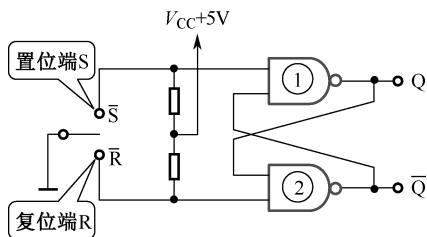

图 7-10 RS 触发器的工作原理
图 7-10 所示为 RS 触发器的工作原理图。当开关既不在  $\bar{S}$  端,也不在  $\bar{R}$  端时,触发器的输出端是不确定的。当开关置向一侧时,就决定了触发器的输出。例如,当开关置于  $\bar{S}$  端时,  $\bar{S}$  端为低电平 (地),  $\bar{R}$  端则为高电平,与非门 ① 的输入为低电平,与非门 ② 的输入为高电平。这样就使触发器的 Q 端输出为高电平,  $\bar{Q}$  的输出为低电平。